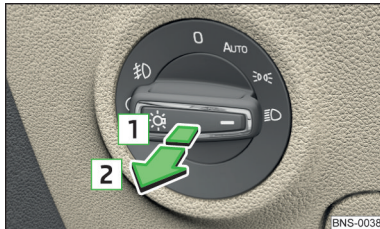

Abb. 56
- ✓ Der Lichtschalter befindet sich in der Stellung **AUTO**, **↔** oder **↔** » **Abb. 56**.